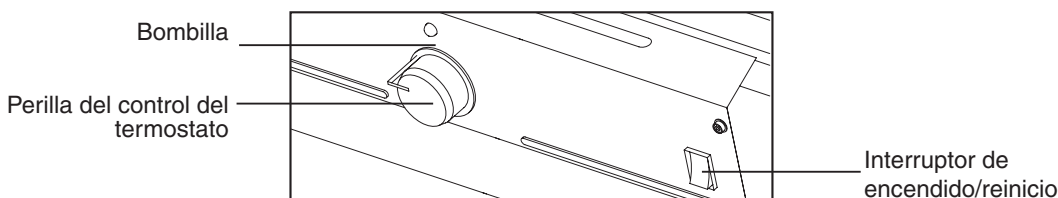

Figura 9. MODELOS DFA-45T / 70T / 125T / 170C / 210C
4. Gire la perilla de CONTROL DEL TERMOSTATO a la posición deseada (rango de configuración: 40°F ~ 110°F) y presione el interruptor de encendido a la posición “ON”. La bombilla indicadora de energía se encenderá y el calentador arrancará. Si el calentador no arranca, la configuración del termostato puede estar demasiado baja. Gire la perilla de CONTROL DEL TERMOSTATO a una posición más alta para arrancar el calentador. Si el calentador aún así no arranca, gire el interruptor a la posición “OFF” y luego a la posición “ON”. ((Ver Figura 9). Si aún así el calentador no arranca, refiérase a la Guía de localización de fallas en la página 18.